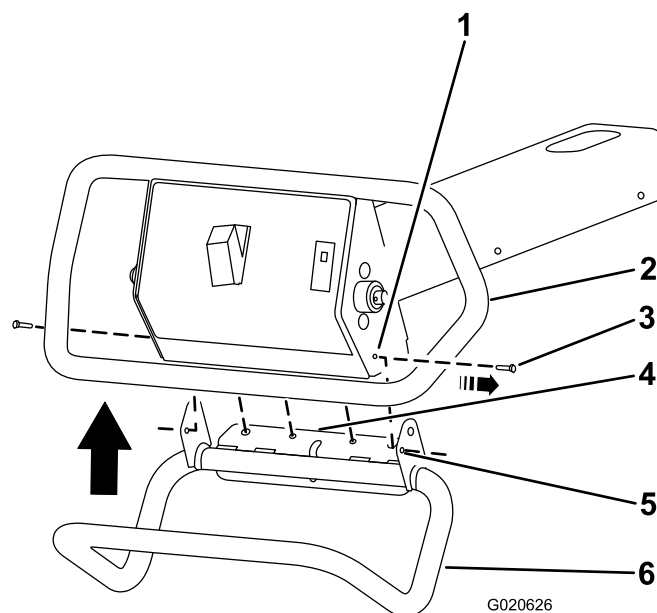

Figure 1
1. Retirez les 2 boulons à tête hexagonale (10-24 x 1/2 po), comme montré à la Figure 1.
3. Relevez la poignée et alignez la bride sur le cadre (Figure 1).
4. Alignez les trous des 2 boulons à tête hexagonale (10-24 x 3/4 po) de la poignée et les trous du cadre (Figure 1).